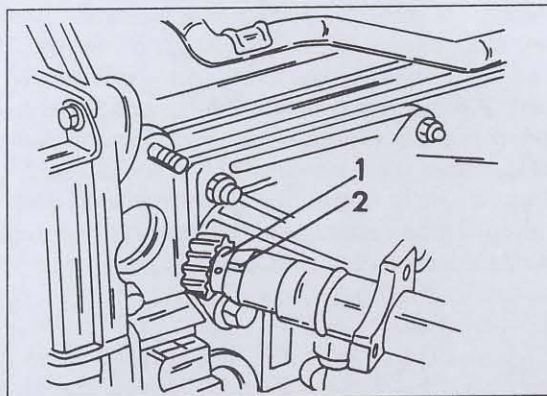

Bild 187
- Verteilerwelle verdrehen, bis die beiden Markierungen in der Verteilerwelle (1) und im Verteilergehäuse (2) genau gegenüberstehen. Bild 187 zeigt wie dies aussieht.